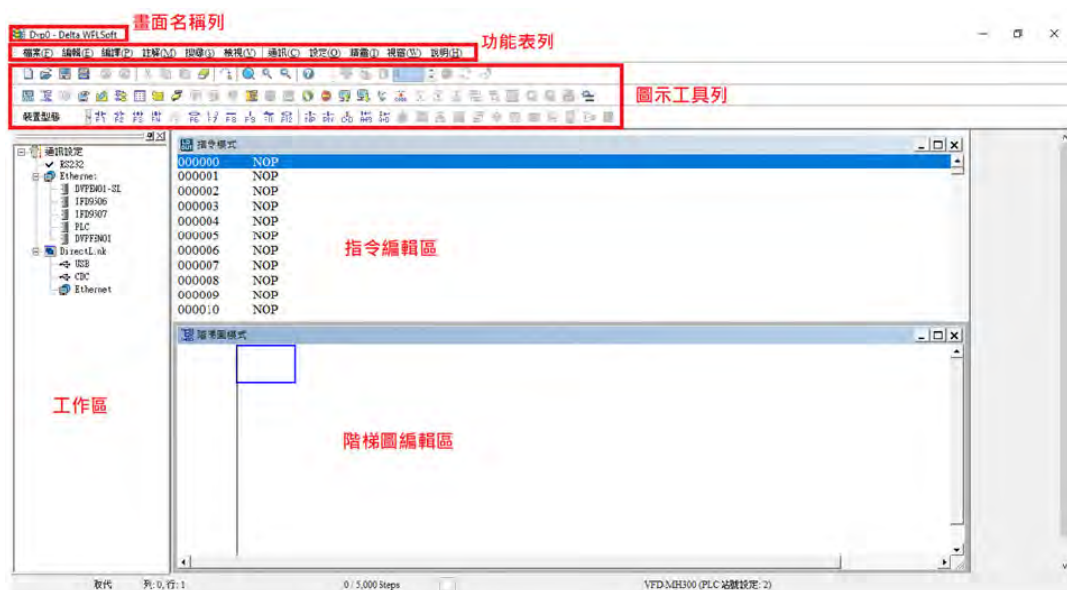

图 16-3
**注记:** 第二次进入 WPLSoft 则会直接开启最后一次编辑的档案并显示于编辑窗口。WPLSoft 编辑软件窗口说明如下图 16-3 所示: